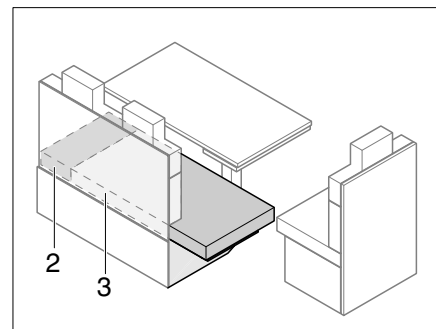

Fig. 148 Dopo l'estrazione
- Tirare i cuscini del divano (Fig. 148,3) sulla prolunga del divanetto.
- Posizionare i cuscini aggiuntivi (Fig. 148,2) tra i cuscini del divano (Fig. 148,3) e la parete esterna.
- Togliere i cuscini aggiuntivi (Fig. 148,2).
- Tirare i cuscini (Fig. 148,3) sul divanetto.